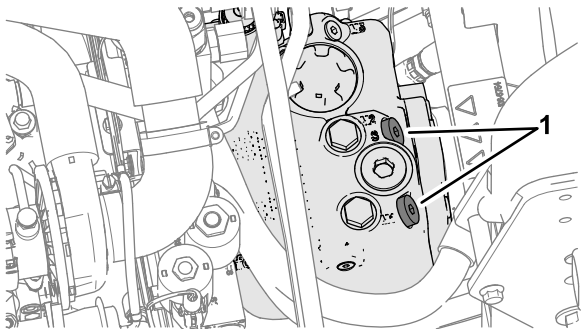

Рисунок 74
1. Откройте капот и найдите предохранительные клапаны (**Рисунок 74**) сверху на насосе, позади ящиков для аккумулятора и хранения.